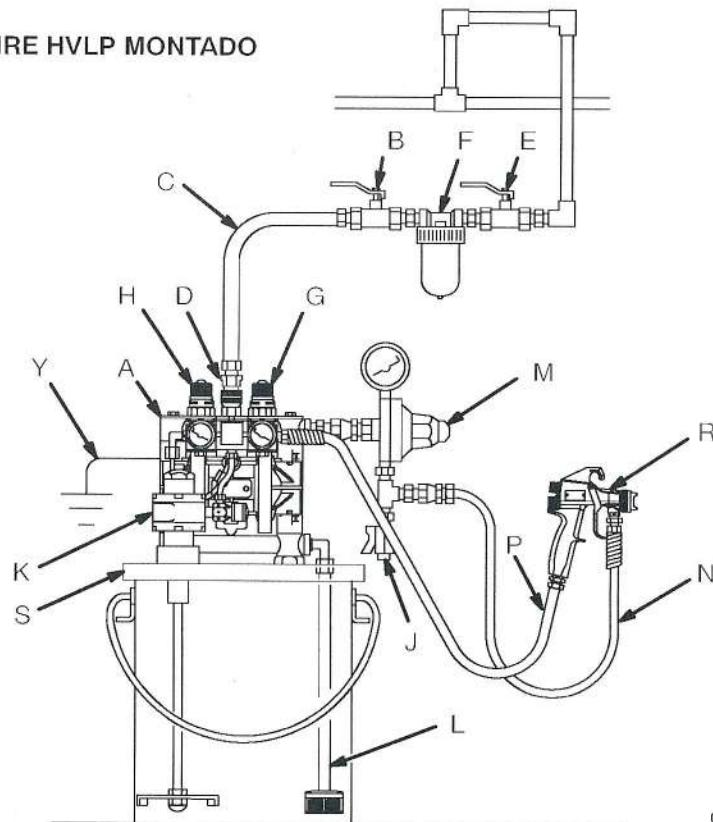

Fig. 5
- a. La presión del fluido puede controlarse de dos formas diferentes. Para su control en el lado del aire, instale un regulador de aire (H). Para su control en el lado del fluido, instale un regulador de fluido (M) cerca de la salida de fluido de la bomba (Vea la Fig. 5).
- b. Localice una válvula neumática principal del tipo de purga (B) cerca de la bomba y utilícela para liberar el aire atrapado. Consulte la **ADVERTENCIA** anterior. Localice la otra válvula neumática principal (E) corriente arriba de todos los accesorios de la tubería de aire y utilícela para aislarlos durante las operaciones de limpieza y reparación.
- c. El filtro de la tubería de aire (F) elimina la suciedad y la humedad perjudiciales del suministro de aire a presión.
- Si lo desea, puede instalar un regulador del fluido (M) en la salida de fluido de la bomba para controlar la presión del mismo (Vea la Fig. 5). Consulte el punto **Tubería de aire**, 1a., para obtener información sobre otro método para el control de la presión.
- Instale una válvula de drenaje del fluido (J) cerca de la salida del fluido. Consulte la **ADVERTENCIA** anterior.